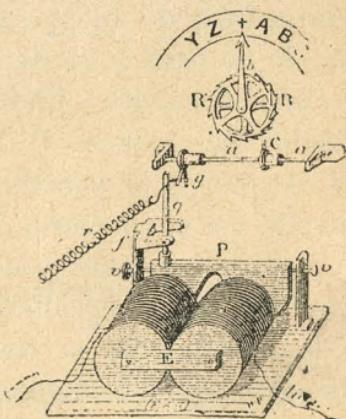

Fig. 227.—Receptor del telégrafo de Breguet.
*Receptor* (fig. 227).—El receptor comprende un electroimán *E* y una armadura de hierro dulce *P* cuyas oscilaciones, al rededor del eje *v* por medio de un sistema de palancas, hacen girar una doble rueda dentada *R R'* que tiene 26 dientes. Al girar, esa rueda lleva una aguja que se mueve delante de un cuadrante en el cual están dibujadas las letras del alfabeto. Un resorte *r* mantiene la armadura de hierro *P* algo distante del electroimán cuando no pasa la corriente.